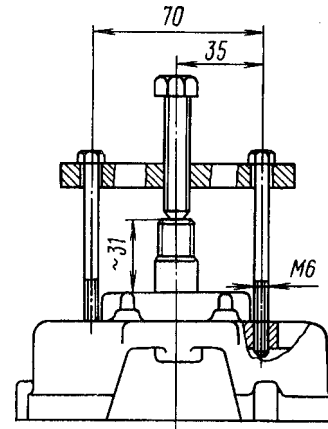

Рис. 339. Съемник
- снимите крышку со стороны привода вместе с шарикоподшипником с вала ротора с помощью специального съемника (рис. 339), используя для этой цели резьбовые отверстия в крышке;